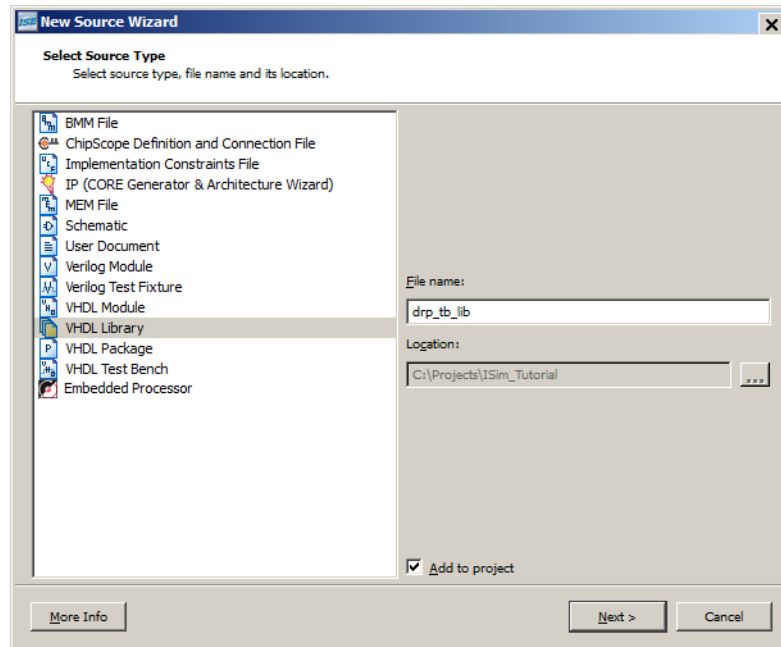

図 2-4 : ソース タイプの選択
3. VHDL のライブラリ名に「drp\_tb\_lib」と入力します (13 ページの図 2-4)。